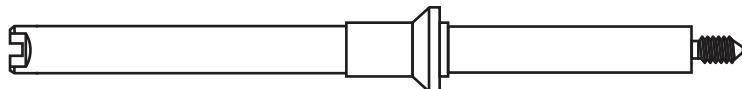

Figura 13 Staffa di montaggio (G4513-20561)
- 7 Installare la staffa di montaggio dell'iniettore (G4513-20561, **Figura 13**) sulla connessione filettata del coperchio di ingresso del GC. Se si utilizza una staffa non corretta (ad esempio la staffa per montaggio per ALS 7683B) l'iniettore non funzionerà. La staffa di montaggio fornita nel presente kit supporta solo l'iniettore G4513A.